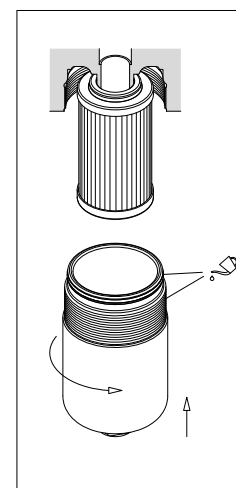

fig. 11
- (Fig. 11) Lubrificare il filetto e l'O-ring del contenitore, quindi avvitare il contenitore facendo riferimento alla tabella delle coppie di serraggio al paragrafo 3.